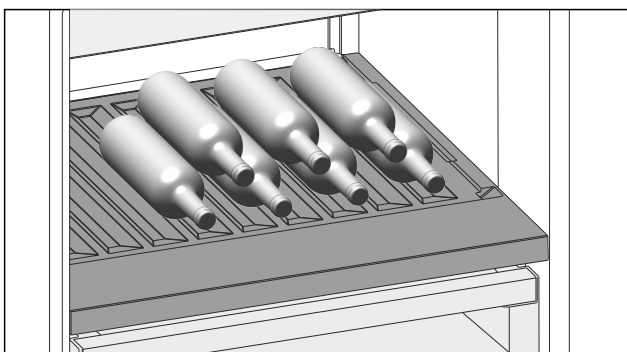

Fig. 147 Beispielhafte Darstellung
- ▶ Flaschen mit dem Boden nach hinten zur Rückwand einlegen. (siehe Fig. 147)